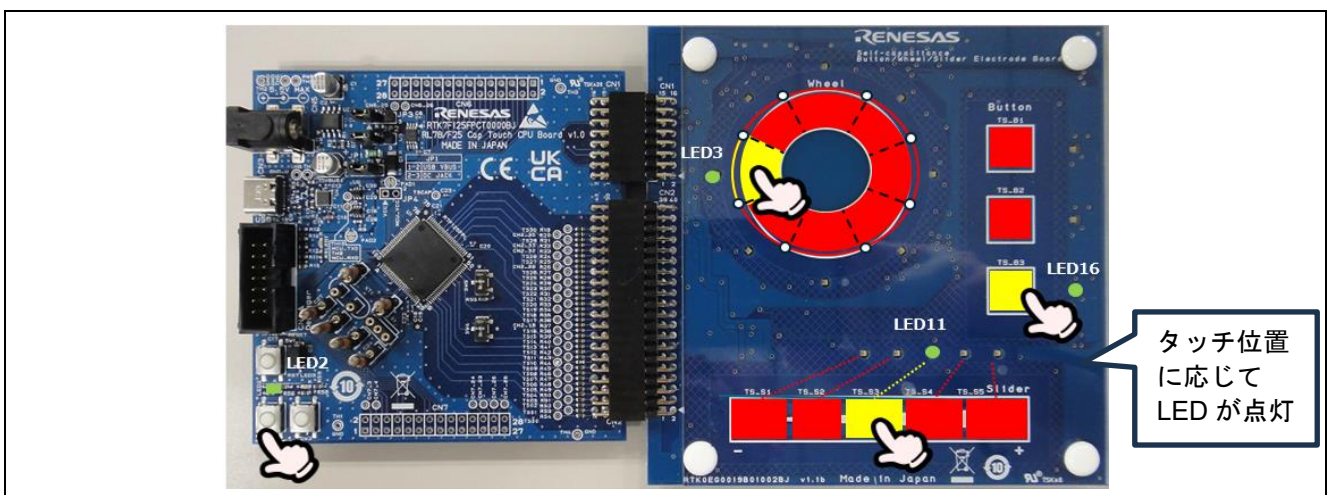

図 1-2 静電容量タッチボタン、スライダ、ホイールの動作と連動した LED の制御
2. 電極ボードの 3 つのボタン、スライダ、ホイールを動作し、連動して LED を制御します。(図 1-2 参照) CPU ボードのプッシュボタンと連動した LED 制御をします。SW2 を押すと LED2 が点灯します。SW3 を押すと LED3 が点灯します。(図 1-2 参照)